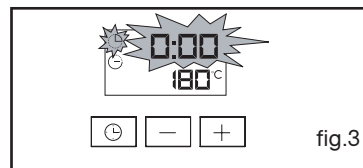

fig.3
Exemplo: 30 minutos de cozedura (fig.3).
- o indicador de duração de cozedura e 0:00 piscam (fig.3),